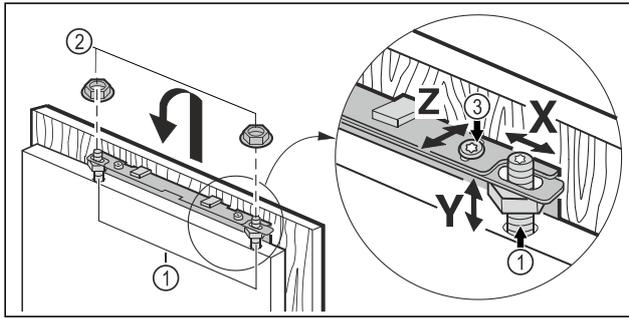

Fig. 46
- ▶ Αναρτήστε την πόρτα επίπλου στους πείρους ρύθμισης Fig. 46 (1) και βιδώστε τα κόντρα παξιμάδια Fig. 46 (2) πρόχειρα στους πείρους ρύθμισης.
- ▶ Ευθυγράμμιση πόρτας επίπλου σε ύψος Y και ως την πλευρική κλίση: Ρυθμίστε τον πείρο ρύθμισης Fig. 46 (1) με κατσαβίδι.
- ▶ Σφίξτε τα κόντρα παξιμάδια Fig. 46 (3).